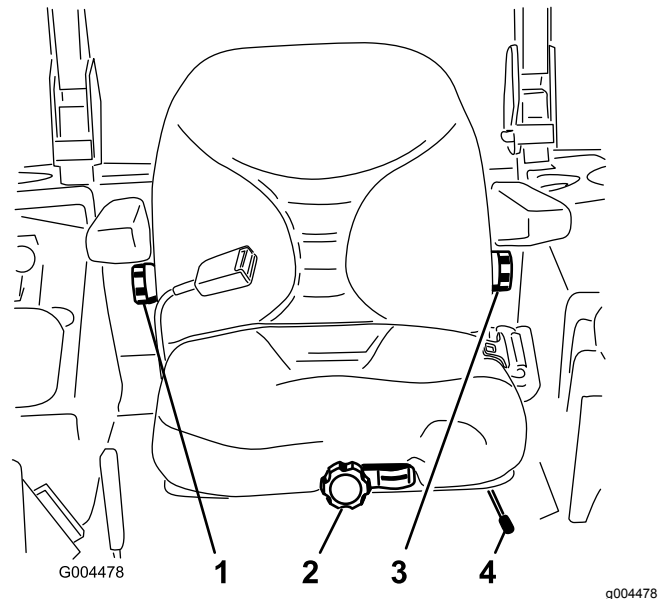

Figura 15
1. Para ajustar o banco, empurre a alavanca para o lado para desbloqueá-lo (Figura 15).
Sem estar sentado no banco, rode o botão da frente numa das direções para proporcionar o máximo conforto (Figura 15).
Para ajustar as costas do banco, rode o botão, localizado sob o apoio do lado direito, numa das direções para proporcionar o máximo conforto (Figura 15).
Para ajustar as costas do banco, rode o botão, sob o apoio do lado esquerdo, numa das direções para proporcionar o máximo conforto (Figura 15).